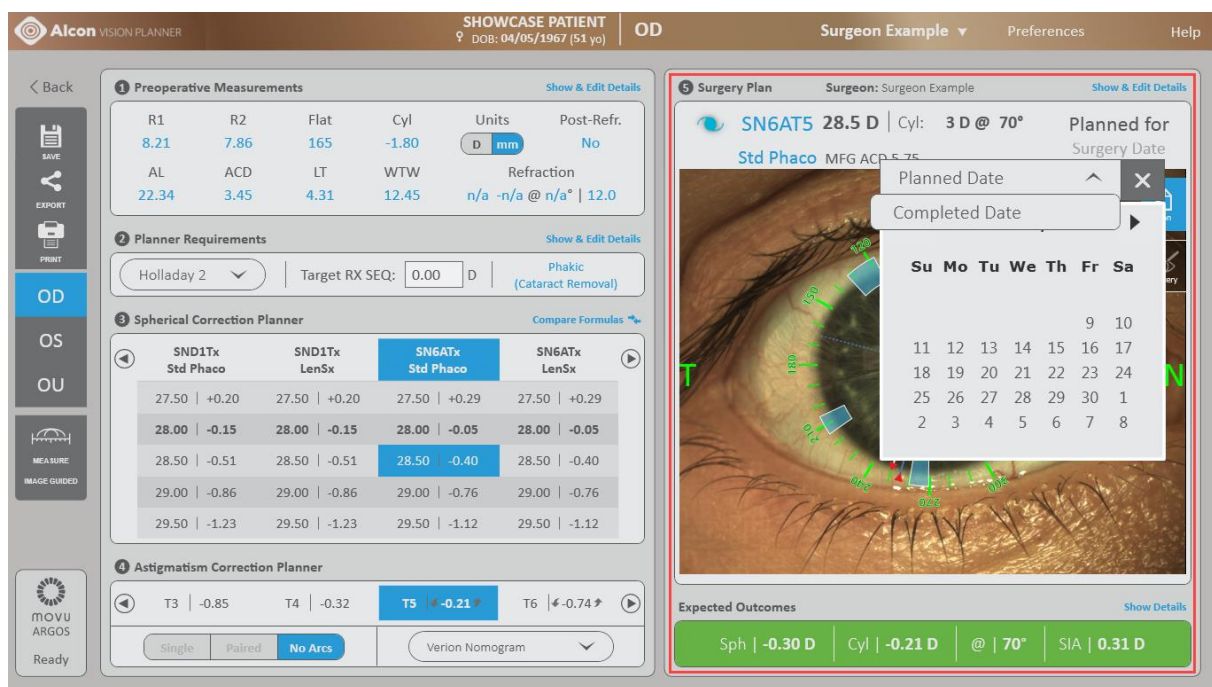

Рисунок 102 Экран планирования: Установка даты операции
После заполнения нажмите «Перейти к (3) Планировщик коррекции сфер. линзой» (рис. 102).